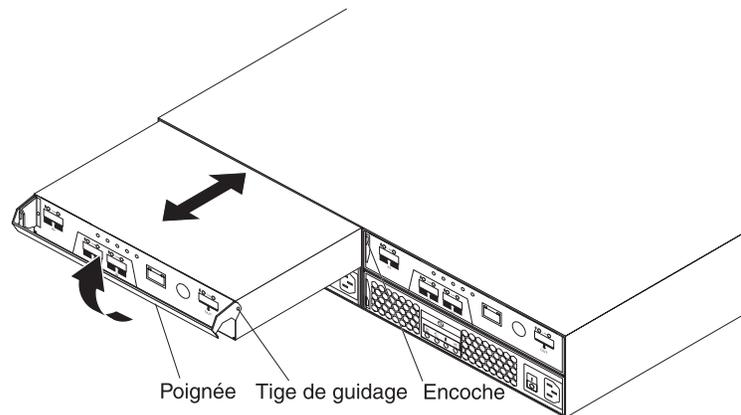

Figure 61. Retrait et remplacement d'un contrôleur
- Tirez lentement sur la poignée pour l'écarter du boîtier et extraire le contrôleur de sa baie, comme illustré dans la figure 61.
- b. Assurez-vous que les tenons latéraux du contrôleur s'enclenchent dans les encoches du boîtier du DS3400. Voir la figure 61, à la page 91.